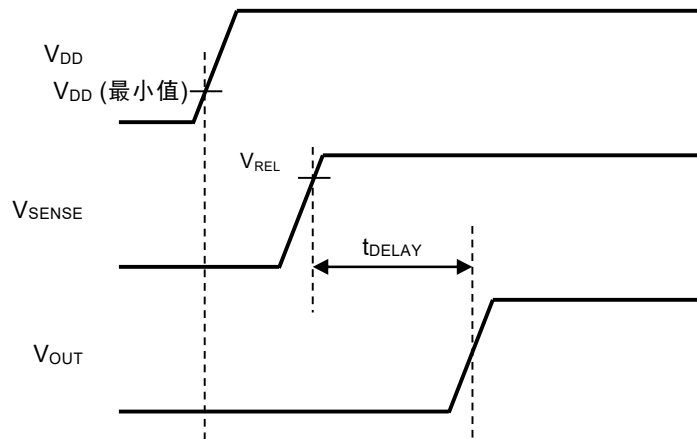

图23
- (1) 按VDD端子、SENSE端子的顺序接通 (参阅图23)
- (2) VDD端子和SENSE端子同时接通